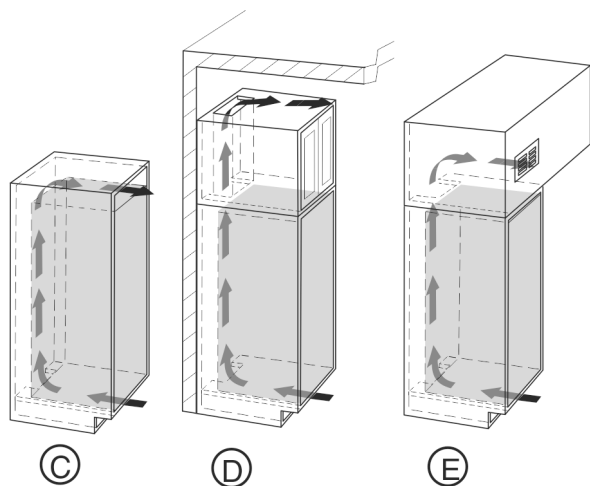

Fig. 4
- Верхняя площадь вентиляционного отверстия может быть выполнена или непосредственно над устройством и снабжена вентиляционной решеткой Fig. 4 (C), находиться рядом с крышкой над мебелью Fig. 4 (D), или иметь вид вентиляционного отверстия в промежуточной перекрытии Fig. 4 (E).